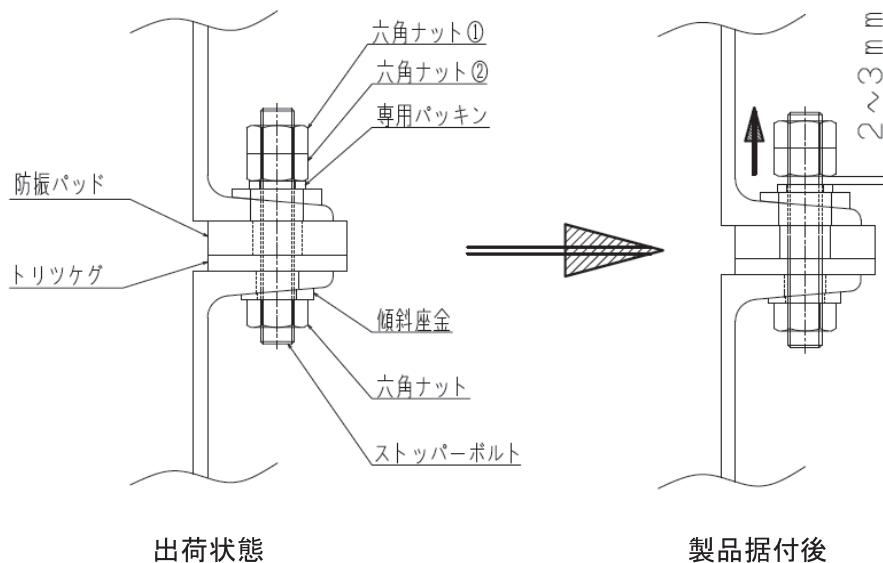

図9 ストッパー bolt 締結状態(防振パッド使用の場合)
出荷時専用パッキンの飛出しを抑える為、図9\_出荷状態のようにストッパー bolt 締結用ダブルナット（六角ナット①、②）を締め付けた状態で出荷します。納入現場にて製品据付後は、必ずストッパー bolt 締結用ダブルナットを図9\_製品据付後に示すような位置まで緩め、固定してください。
ロックした状態(図9\_出荷状態)では、期待される防振効果が得られません。